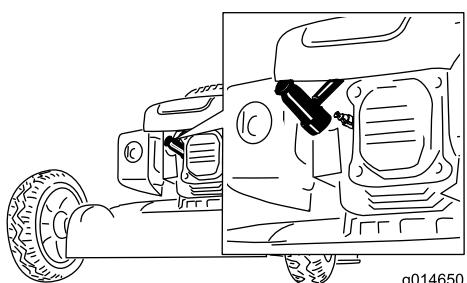

Figura 23
- Desconecte el cable de la bujía (Figura 23) antes de realizar cualquier procedimiento de mantenimiento.